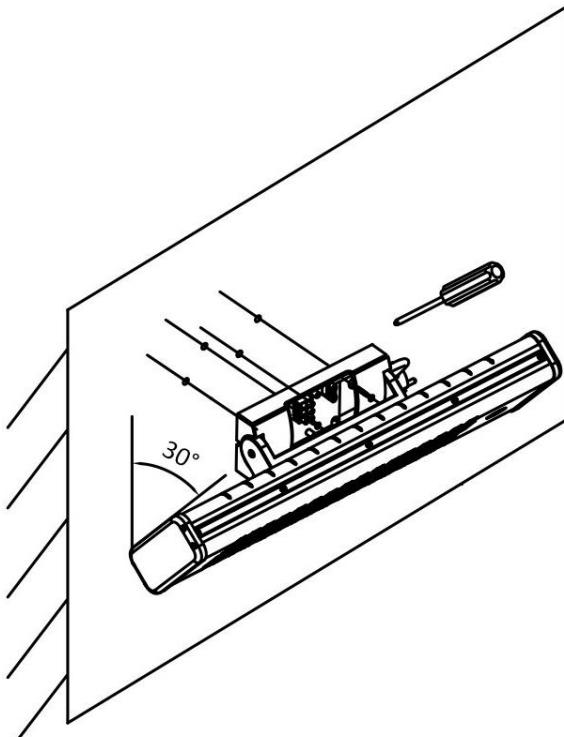

Fig.5
- ned. Fest veggmonteringen og ovnen til veggen ved å bruke de to inkluderte skruene gjennom to hull på toppen av veggmonteringen med en skrutrekker. (Se fig. 5) Det anbefales å bruke en kortere skrutrekker for å komme inn i plassen på veggmonteringsstrukturen lettere.